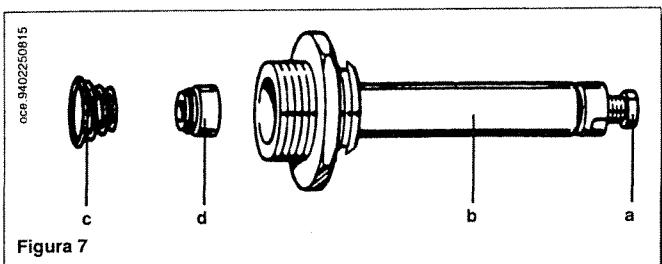

Figura 7
- sostituire la molla avendo cura di posizionarla correttamente (figura 7);
- avvitare a fondo, senza forzare, la vite nera (a) al canotto (b) (figura 7);
- aprire il rubinetto gas e ruotare la manopola (2) predisponendo la caldaia in posizione (I) assicurandosi che ci sia massima richiesta di calore;
- substituir el resorte asegurándose de que sea posicionado correctamente (figura 7);
- atornillar completamente, sin forzar, el tornillo negro (a) al manguito (b) (figura 7);
- abrir el grifo gas y hacer girar el botón (2) predisponiendo la caldera en posición (I) asegurándose de que haya la máxima petición de calor;
- svitare la vite nera (a) di figura 7 a pagina 22 fino a raggiungere il valore di pressione corrispondente alla potenza ridotta vedi tabella 1 a pagina 24.
- sigillare la vite nera (a) di figura 7.
- destornillar el tornillo negro (a) (figura 7 en página 22) hasta alcanzar el valor de presión correspondiente a la potencia reducida (véase tabla 1 en página 24);
- sellar el tornillo negro (a) de figura 7.